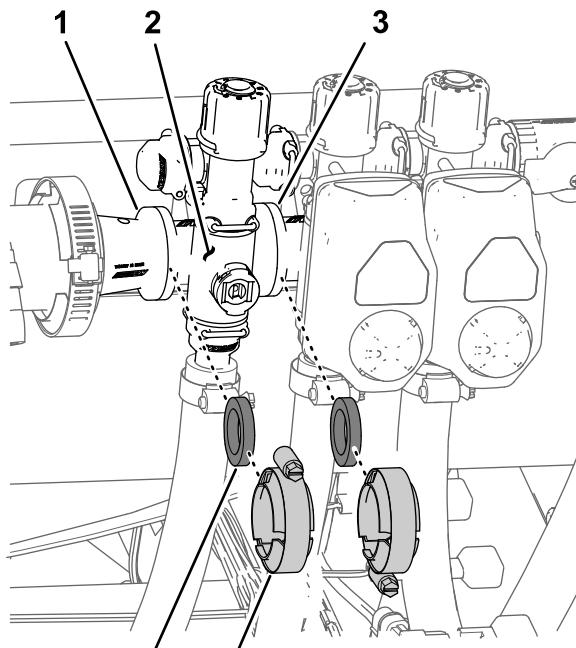

図 80
1. 個別ブームバルブ 図 80 のマニホールドを隣接する個別ブームバルブ左ブームの場合はリデューサカップリングに固定しているクランプとガスケットを外す。